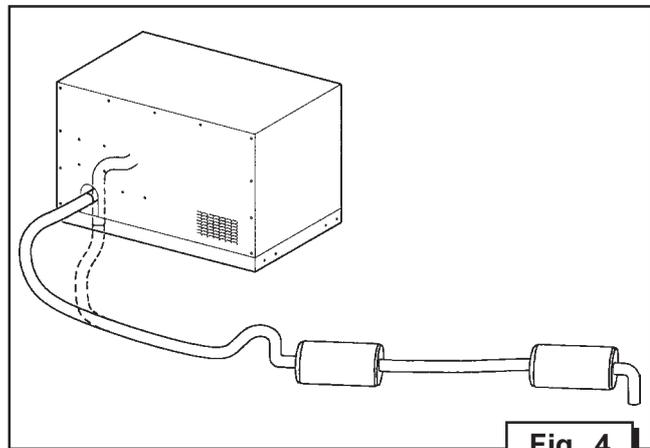

Fig. 4
Il volume del vano, che accoglie la marmitta sul lato posteriore del gruppo, non è necessario qualora la marmitta venga portata a distanza. (Fig. 4)
On the two sides of the generator (Fig. 1 Ref. 2 and 7) are the anchor points to be used to fix the generator to the floor of the housing. The housing must also be equipped with openings for: the power leads, the fuel pipes and the exhaust pipe. The part of the housing set aside for the exhaust at the back of the generator will not be required if the exhaust is positioned at a distance. (Fig. 4)
Le volume du logement qui accueille le pot d'échappement à l'arrière du groupe n'est pas nécessaire si le pot d'échappement est installé à distance. (Fig. 4).
Raum für den Auspufftopf hinten am Aggregat ist nicht erforderlich, wenn der Auspuff weiter weg geführt wird. (Abb. 4)
El espacio que se requiere para la instalación del silenciador en la parte posterior de la unidad no será necesario en caso de que el silenciador sea instalado a distancia (fig.4).
Se particolari esigenze d'installazione lo richiedono, è possibile portare a distanza la marmitta (fig. 4), e per un maggior abbattimento del rumore emesso allo scarico, si può collegare in serie, tramite un tubo flessibile di acciaio (fig. 2 rif. 2), un silenziatore (fig. 2 rif. 1). A tale scopo è stato previsto un kit SILENZIATORE (OPTIONAL) che permette la realizzazione delle varie configurazioni possibili dello scarico.
For special types of installation, the exhaust can be fitted at a distance (Fig. 4) and to lower noise levels, a silencer (Fig. 2 Ref.1) can be fitted, in series, using a flexible steel pipe (Fig. 2 Ref. 2). For this purpose an (OPTIONAL) SILENCER kit is available for implementing the various exhaust configurations.
En cas d'exigences d'installation particulières, il est possible d'installer le pot d'échappement à distance (Fig. 4) et, afin de diminuer le bruit émis par l'échappement, il est possible de brancher, en série, un silencieux (Fig. 2 Réf. 1) au moyen d'un tuyau flexible en acier (Fig. 2 Réf. 2).
Wenn es die Installation erfordert, kann der Auspufftopf (Abb. 4) in einer gewissen Entfernung montiert werden, und zur besseren Dämpfung des am Auspuff entstehenden Geräusches kann dahinter über einen Stahlschlauch (Abb. 2, Pos. 2) ein Schalldämpfer (Abb. 2, Pos. 1) angeschlossen werden. Dazu kann AUF WUNSCH ein SCHALLDÄMPFER-Kit geliefert werden, mit dessen Hilfe die verschiedenen Anordnungen des Auspuffes durchgeführt werden können.
En el caso de situaciones particulares de instalación, será posible colocar el silenciador a distancia (fig.4) y, a fin de obtener una reducción del ruido producido por el escape, será posible conectar en serie un silenciador opcional (fig.2 ref.1), mediante un tubo flexible de acero (fig.2 ref.2). Para este objeto ha sido previsto un kit SILENCIADOR (OPCIONAL), que permitirá elegir la aplicación más adecuada entre las diferentes posibles configuraciones del escape.